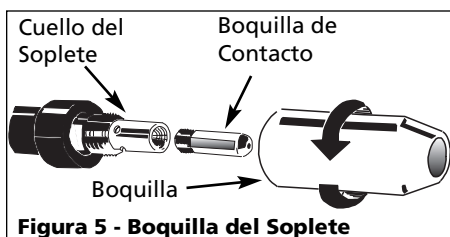

Figura 5 - Boquilla del Soplete
***Vea las instrucciones de ensamblaje en la Figura 5.**
- Para desconectar la boquilla, gírela en sentido contrario a las agujas del reloj. Después, desconecte la boquilla de contacto del extremo del soplete (Vea la Figura 5). Conecte la soldadora a un tomacorrientes adecuado.
- Cuidadosamente coloque el sistema de contacto y atorníllelo al extremo del soplete. Para instalar la boquilla, gírela en **el mismo sentido de las agujas del reloj**(Vea la Figura 5). Corte el alambre a aproximadamente 6,4 mm (1/4") de la boquilla.